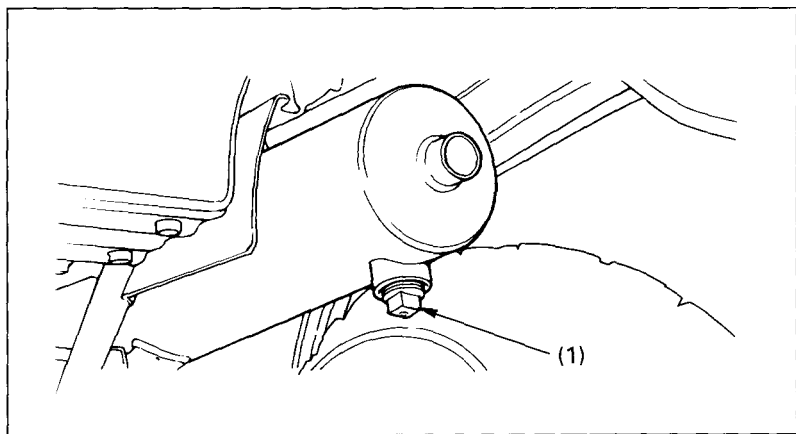

Fig. 4-38
2. Remove the bolt. (Fig. 4-38)